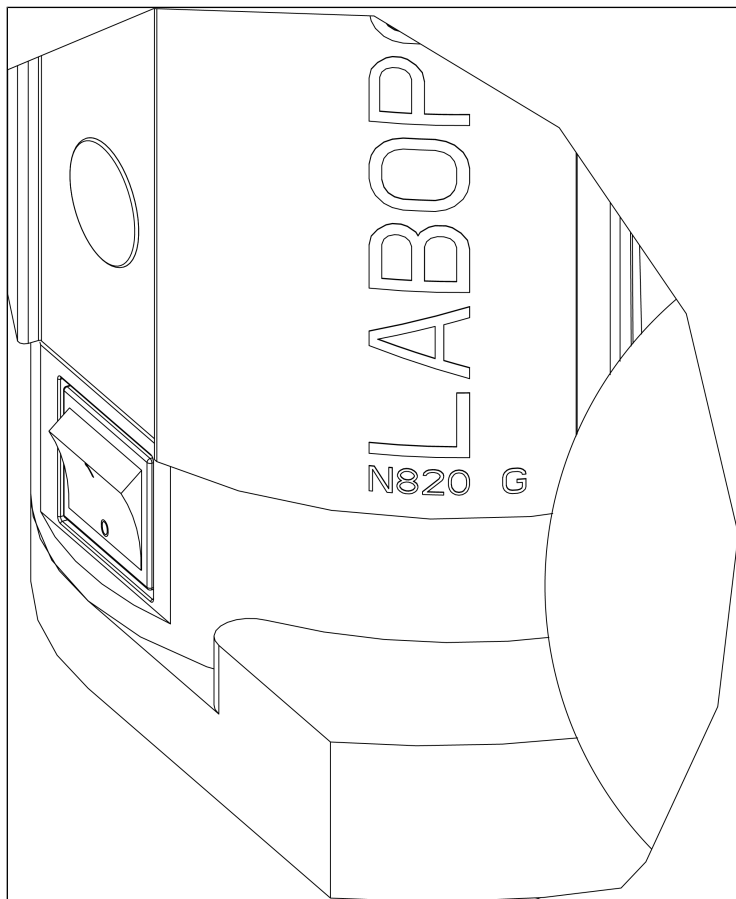

Abb.8: Vakuumsystem ein- und ausschalten mit Netzschalter
- Schalten Sie das Vakuumsystem mit dem Netzschalter ein (siehe Abb. 8).